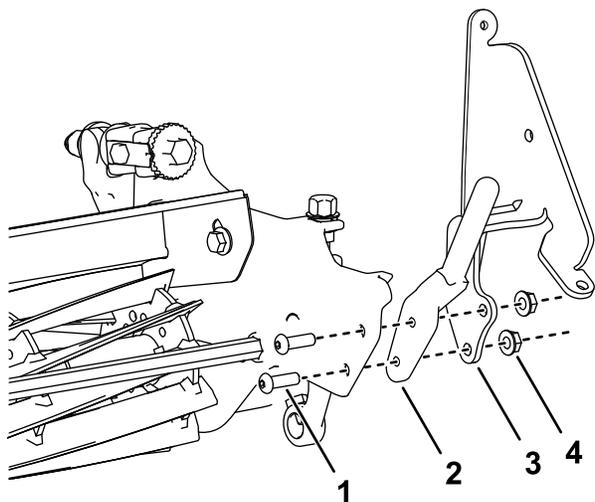

Figure 1
3. Fixez un support de brosse et une tige de montage de bac que vous avez retirés à l'opération 2 de chaque côté de l'unité de coupe à l'aide de 2 vis à tête hexagonale creuse (5/16" x 1") et 2 contre-écrous (5/16"), comme montré à la Figure 1.